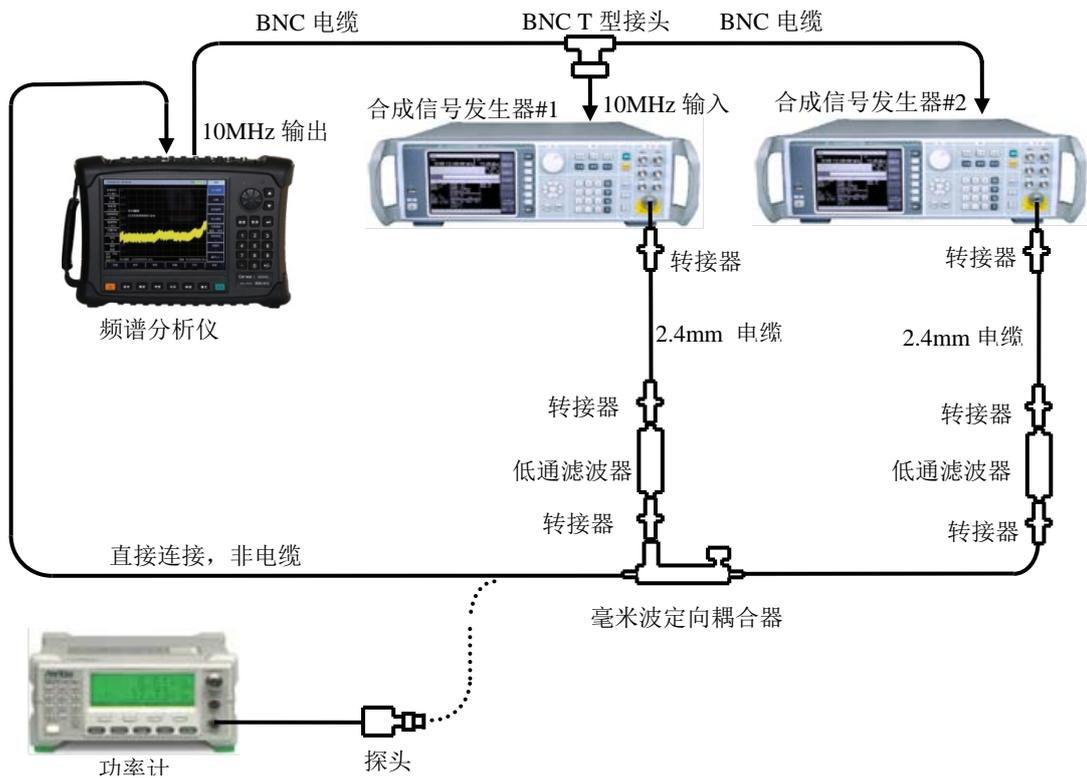

图 13-11 三阶交调失真测试设置 (4GHz~44GHz)
- 17) 如图 13-11 连接测试仪器, 用毫米波定向耦合器替代射频定向耦合器, 根据测试频点选择合适的低通滤波器及转接器, 不把定向耦合器接到频谱分析仪上。
- 23) 如图 13-11 连接测试仪器, 用毫米波定向耦合器替代射频定向耦合器, 根据测试频点选择合适的低通滤波器及转接器, 不把定向耦合器接到频谱分析仪上。